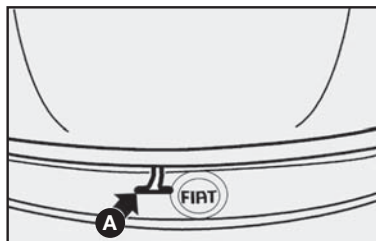

fig. 62
- 2) puxar a trava **A**-fig. 62;